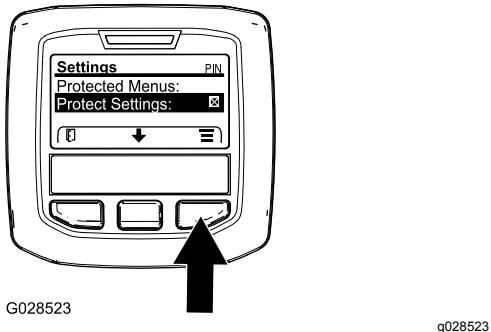

Figura 41
- Aceda ao menu protegido e desbloqueie o submenu de definições protegidas (Figura 41); consulte Aceder aos menus protegidos \(página 23\).